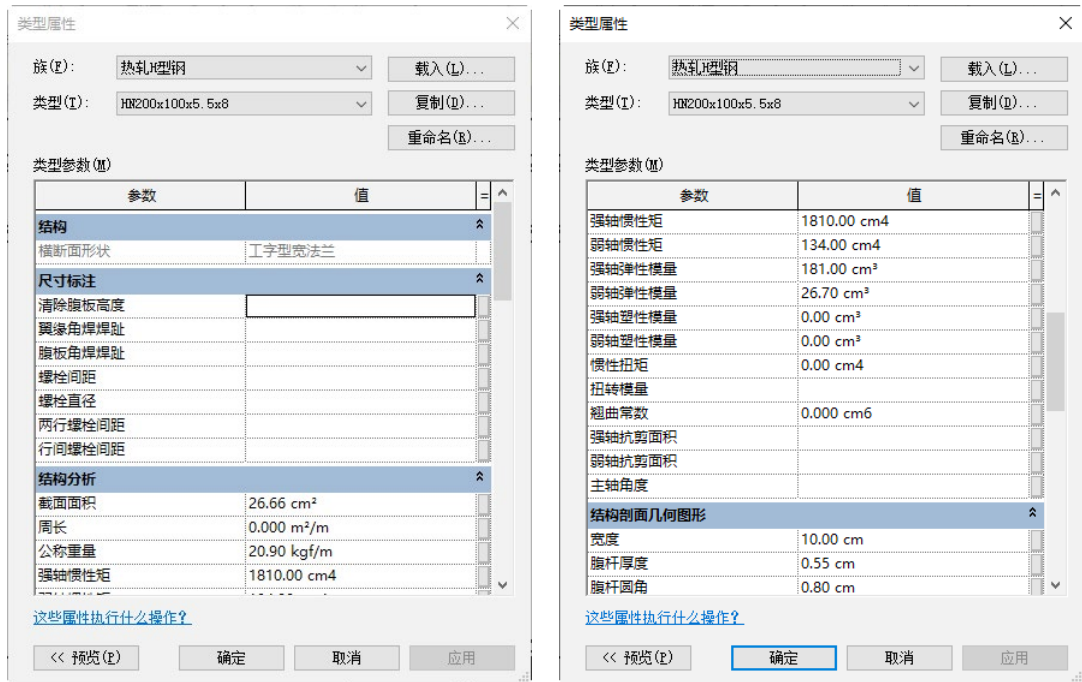

图 7-3 “类型属性”对话框
(4) 单击“编辑类型”按钮，打开如图 7-3 所示的“类型属性”对话框，修改支撑类型属性来更改尺寸标注、标识数据和其他属性。